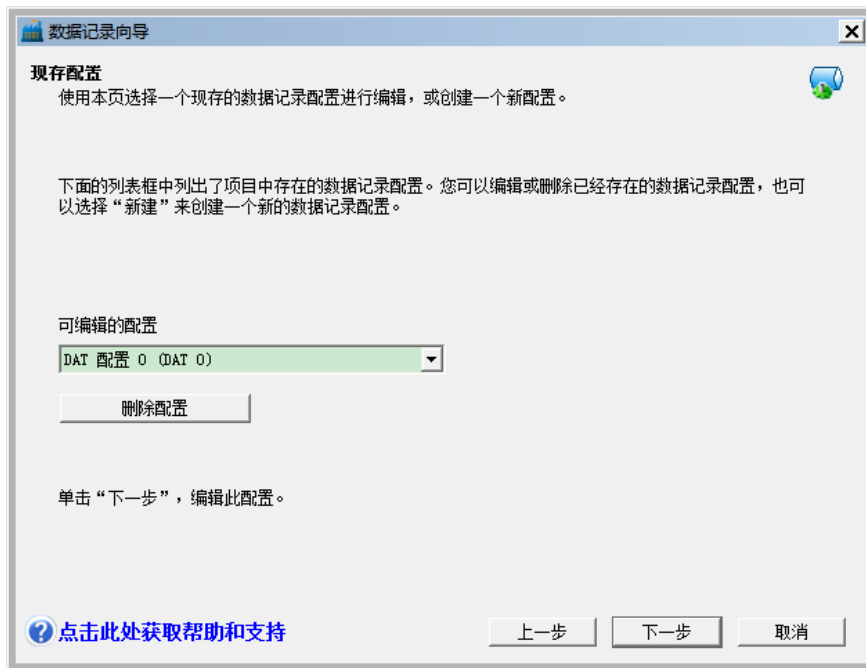

图 6-43 编辑已有的数据记录配置
1. 如图 6-43 所示，点击下拉列表，选择一个已有的数据记录。